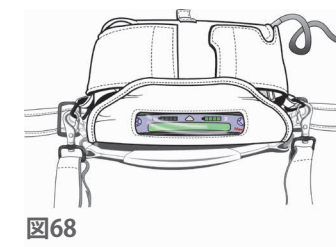

図68
- b) コントローラ画面は透明な窓から見える必要があります(図68)。